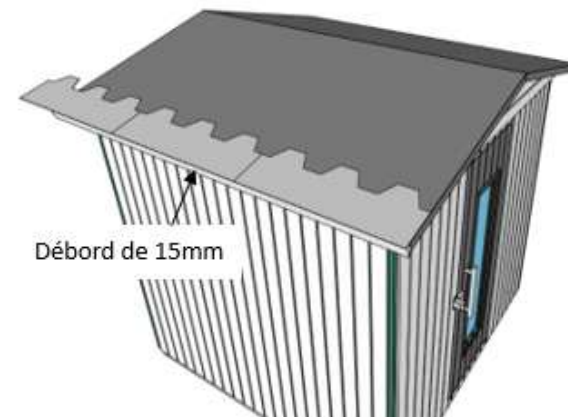

Fig.14b
- iii. Placez la seconde ligne de shingle à l'endroit en l'alignant sur la ligne précédemment installée. La dernière feuille doit déborder à l'avant du toit. Retirez la bande adhésive et clouez chaque shingle avec les clous de 20mm espacés de 10cm (Fig.14b).